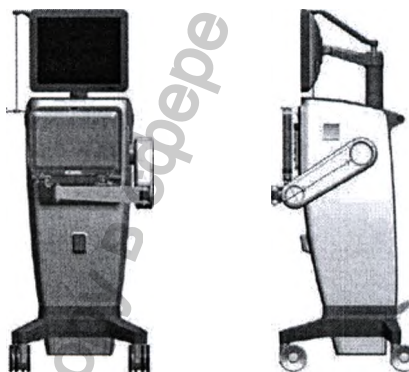

Рис. 2. Инструментальный столик EVA и инфузионная стойка в положении для хранения
- Поверните удерживающее приспособление вперед, как показано на рис. 2
- Поверните поддон в положение хранения, как показано на рис. 2.